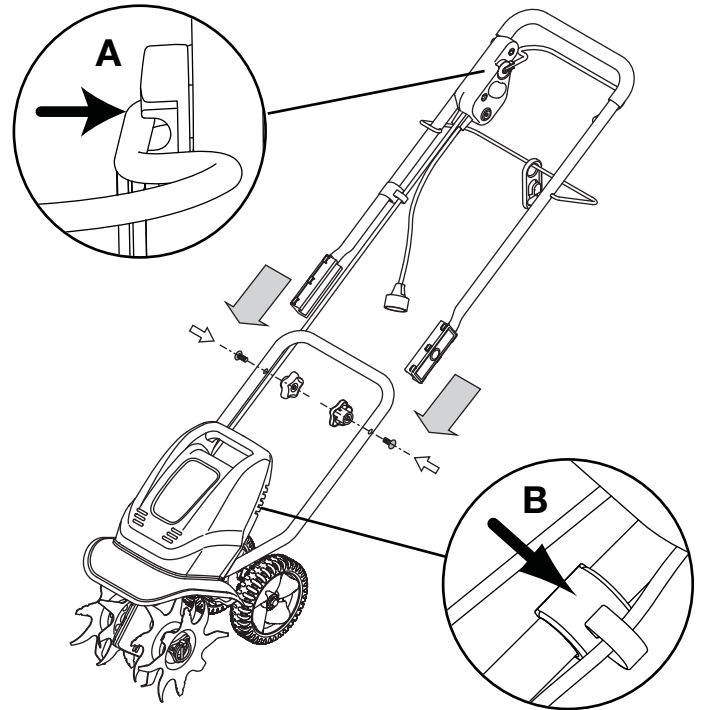

Fig. 1
1. Lorsque vous sortez l'appareil de son emballage, maintenez le guidon dans la position de la Figure 1, puis faites-le glisser dans les barres inférieures.
5. Assurez-vous que la barre commande est bien dans l'assemblage de démarrage et d'arrêt (Fig. 1, Détail A).
6. Insérez le câble de la commande de démarrage et d'arrêt dans son attache sur la barre inférieure, comme indiqué en Figure 1, Détail B.